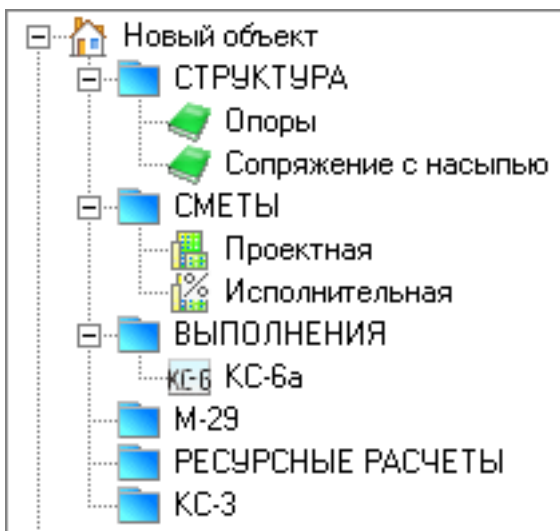

Рис. 1. Структура объекта
**Объект** – основной элемент справочника, имеющий древовидную структуру и содержащий следующие элементы (см. рис. 1):